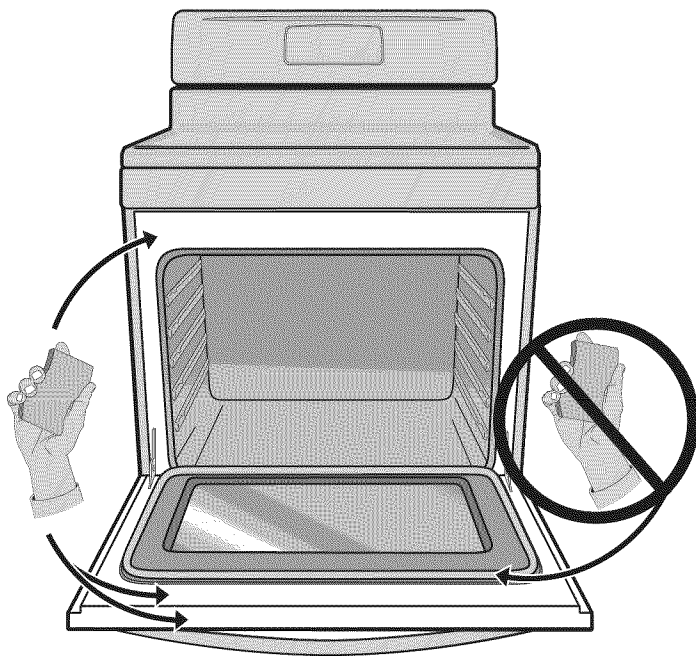

Fig. 1
- Nettoyez la saleté qui se trouve sur le cadre de la porte du four, autour du joint et sur la petite surface située au centre, à l'avant de la sole du four (fig. 1). Ces zones chauffent suffisamment pour que la saleté y brûle. Nettoyez-les avec de l'eau savonneuse avant de lancer l'autonettoyage Select Clean (fig. 1).
- NE NETTOYEZ PAS** le joint de la porte (fig. 1). Ce joint tissé est essentiel à la bonne étanchéité du four. Prenez soin de ne pas frotter, endommager ni retirer le joint. **N'UTILISEZ AUCUN** produit de nettoyage sur le joint de la porte. Cela pourrait endommager le joint de la porte.